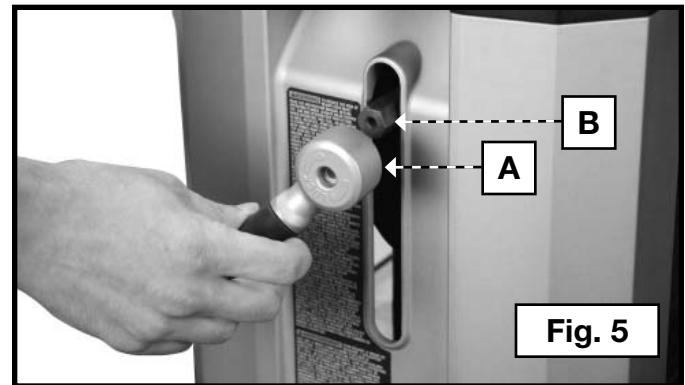

Fig. 5
Utiliser la clé fournie pour fixer la poignée de verrouillage du porte-lame (A), fig. 5, à la tige (B) avec une vis à tête creuse étoilée M6 x 20 mm et une rondelle de blocage.